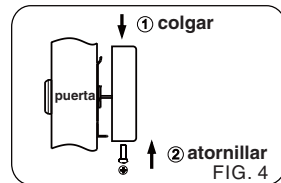

FIG. 4
4. Cuelgue el visor sobre la pestaña de la parte superior de la placa soporte y asegúrelo con el tornillo de fijación situado en la parte inferior del visor (FIG.4).